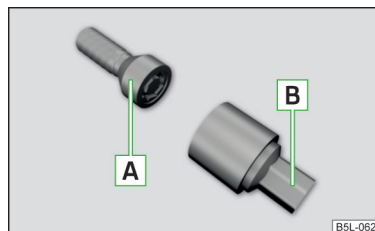

Abb. 245
Die Anti-Diebstahl-Radschrauben schützen die Räder vor einem Diebstahl. Diese lassen sich ausschließlich mit dem Aufsatzstück **B** » **Abb. 245 lösen/festziehen**.
- ▶ Den Radschlüssel bis zum Anschlag auf die Radschraube stecken. Für die Anti-Diebstahl-Radschrauben das zugehörige Aufsatzstück verwenden » Abb. 245 auf Seite 231.